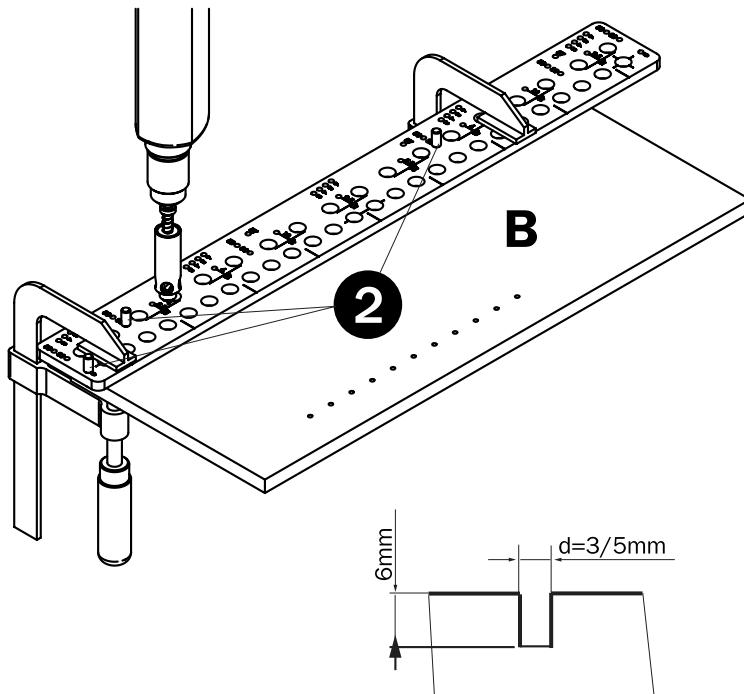

Fig. 9
Inserite due perni (pos. 2) nei fori 50 e un arresto (pos. 2) nel foro 0 al margine della dima. Posizionate **CMT900** sul pezzo di lavoro in modo che i due perni nei fori 50 aderiscono al bordo anteriore del pezzo di lavoro e che l'arresto (pos. 2) nel foro 0 aderisca al bordo superiore del pezzo di lavoro. Usando i fori 50 posizionerete i reggisccaffali nella distanza di 50mm dal bordo anteriore. Usate l'adattatore portapunta **CMT400-1** con la punta per fori non passanti a seconda del diametro del reggisccaffale (**Fig. 9**).